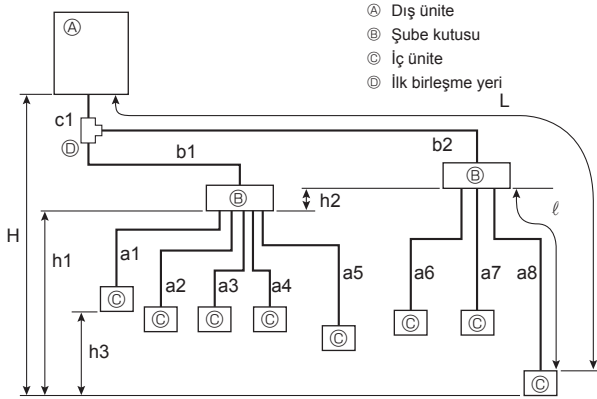

Fig. 4-2
4.2.2. Dağıtım Kutulu Bağlantı (Fig. 4-2)